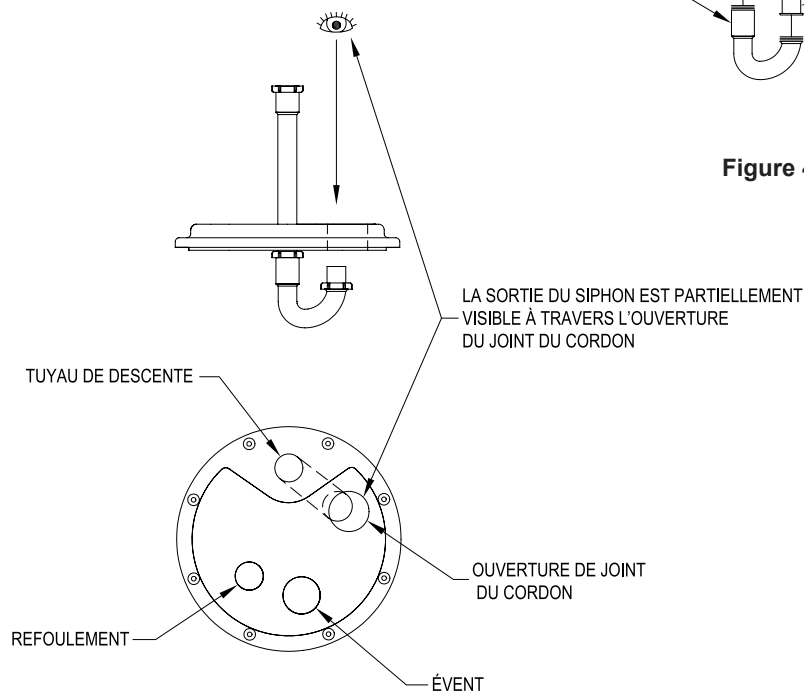

Figure 4.3
- 4.3) Orienter le couvercle comme montré à la figure 4.3 et maintenir en place les composants du siphon (Maintenant, **SERRER À LA MAIN** l'ensemble sur le couvercle, le réglage est fait à l'étape 5).